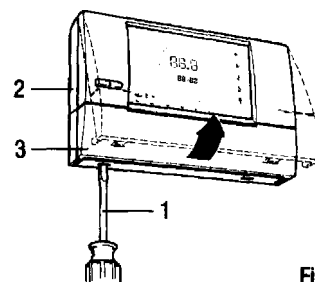

Fig. 30
1. С помощью отвертки (рис. 30 поз. 1) отделить трафарет крепления (рис. 30 поз. 2) от корпуса пульта дистанционного управления (рис. 30 поз. 3).